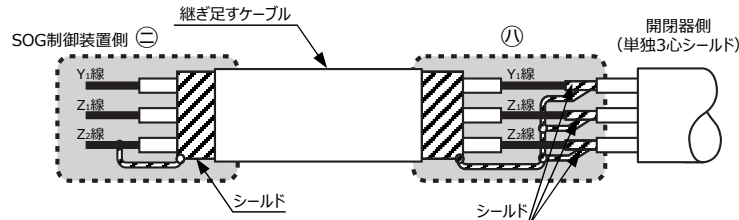

図9 ケーブルの継ぎ足し
- ②シールド内はY1、Z1、Z2の3心のみとしてください。
③開閉器側制御ケーブルの端末は、シールド線をZ2端子にはんだ付けしていますので、継ぎ足す場合にはシールド線を外し、端子記号を合わせて接続してください。また開閉器側のY1、Z1、Z2のシールド線と継ぎ足すケーブル側のシールドを接続してください。(図9)
④継ぎ足した側のケーブル端末は、SOG制御装置側でシールドとZ2端子を接続してください。(図9)